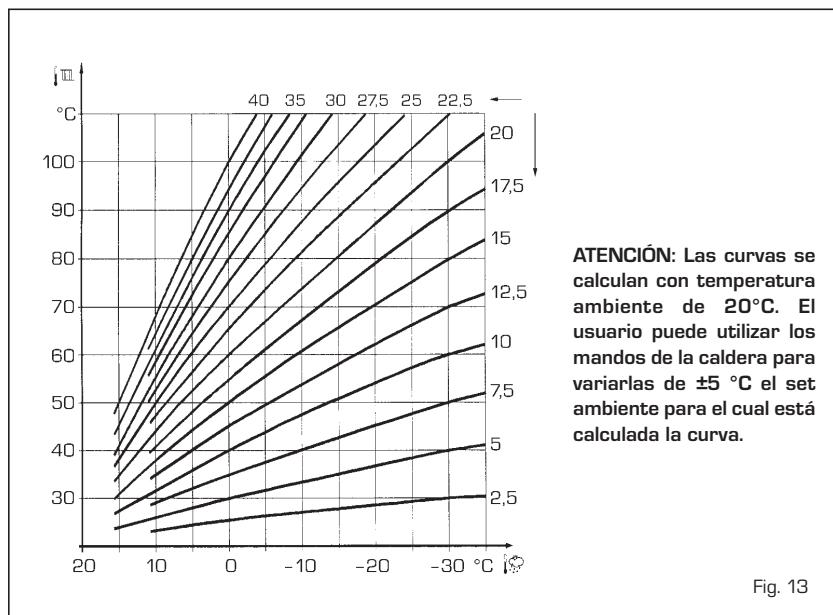

Fig. 13
3.4 SONDA EXTERNA CONECTADA (fig. 13)
En caso de presencia de sonda externa, los ajustes de calefacción se obtienen de las curvas climáticas en función de la temperatura externa, y de todos modos se mantienen dentro del rango indicado en 3.3 (parámetros PAR 22 para la zona 1, PAR 25 para la zona 2 y PAR 28 para la zona 3). La curva climática se puede seleccionar entre los valores de 3 y 40 (con pasos de 1). Aumentando la pendiente representada por la curva de la fig. 13, se incrementa la temperatura de impulsión de la instalación conforme a la temperatura externa.